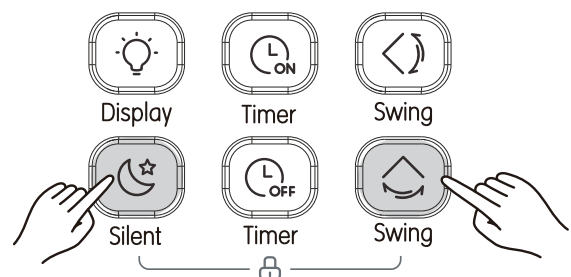

fig. 19
- Pulse  y  al mismo tiempo para bloquear el botón (véase "fig. 19"), y la pantalla mostrará el icono  de bloqueo;